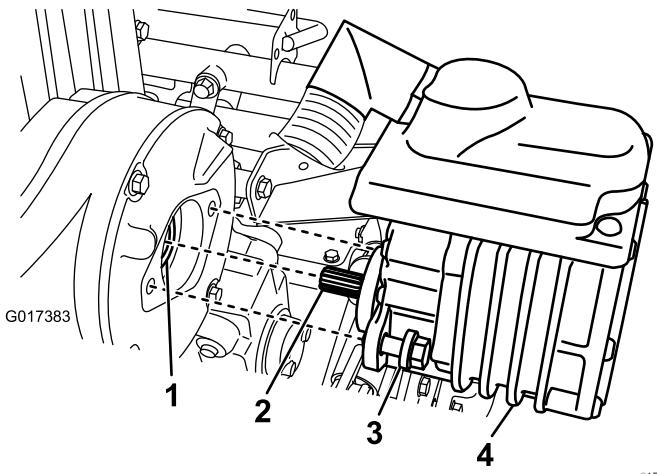

Figura 40
2. Rimuovere i 2 bulloni di fissaggio del motore alla scatola di trasmissione (Figura 40).
4. Aggiungete da uno a due spruzzi di grasso con l'apposita pistola all'accoppiatore femmina nella scatola di trasmissione (Figura 40).